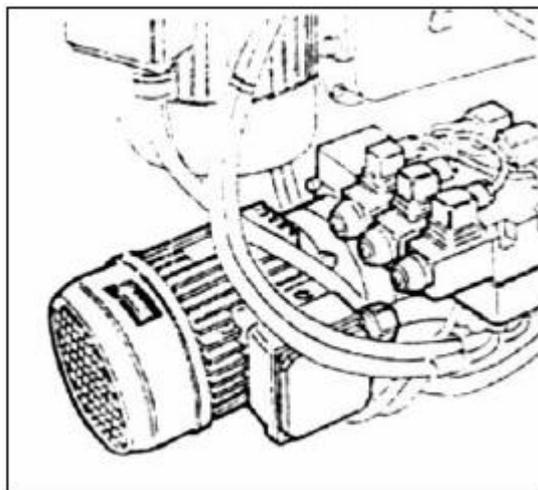

Рис. 5
- ◆ Направление тока должно соответствовать стрелкам на двигателе (см **Рис. 5**). Если направление обратное, специализированный персонал должен поменять фазы.